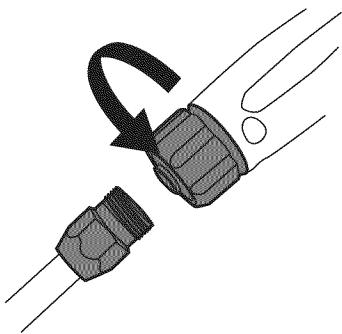

Figure 4-13. Attacher la lance
- 4. Raccordez la lance au pistolet de pulvérisation (Figure 4-13). Serrez à la main.